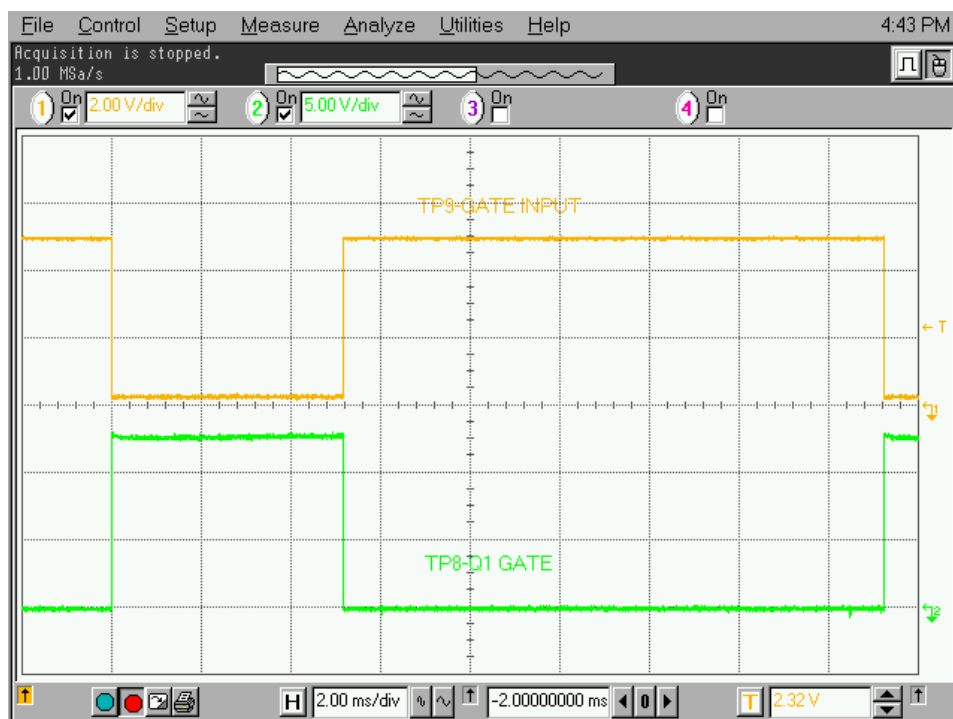

図 5.36 ゲーティングパルス
18. TP9 と TP8 の信号が図 5.36に示すような波形であることを確認する。